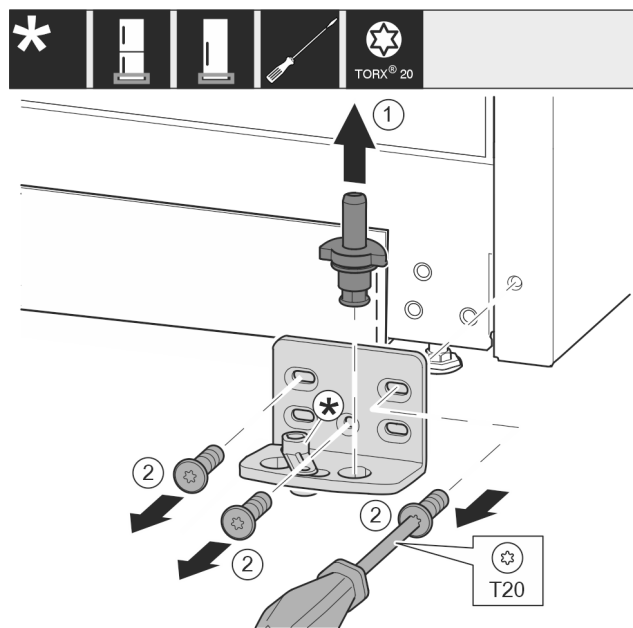

Fig. 17
- Ložiskový čep Fig. 17 (1) celý vytáhněte nahoru.
- Šroubovákem vyšroubujte šrouby Fig. 17 (2) a sejměte stojan ložiska.